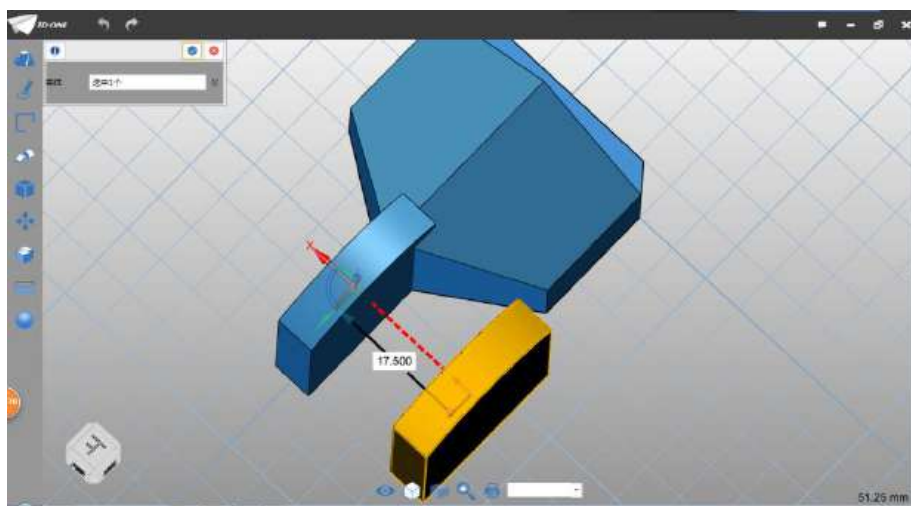

图 1-12
Step 12 在弹出的辅助菜单中选择移动命令 ，拖拽移动箭头，沿如图 X 轴正方向方向移动 17.5 距离，如下图 1-12 所示：